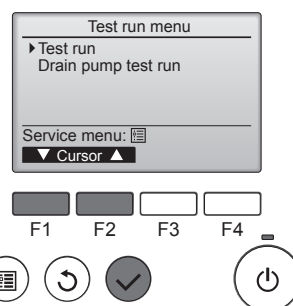

Fig. 8-2
- ② Dans le Menu essai de fonctionnement, sélectionnez "Test run" (Test fonctions) puis appuyez sur la touche [CHOIX]. (Fig. 8-2)
- ③ L'essai de fonctionnement démarre et l'écran Test fonctions s'affiche.